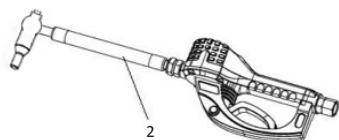

FIG. 3
- Skru slangen med dyse (2) ind i målerens udløb med mindst tre drejninger. (FIG. 3). Undlad at anvende en drejelås eller en manuel lukkedyse. Du skal anvende en automatisk dyse på måleren, ellers kan måleren blive skadet.